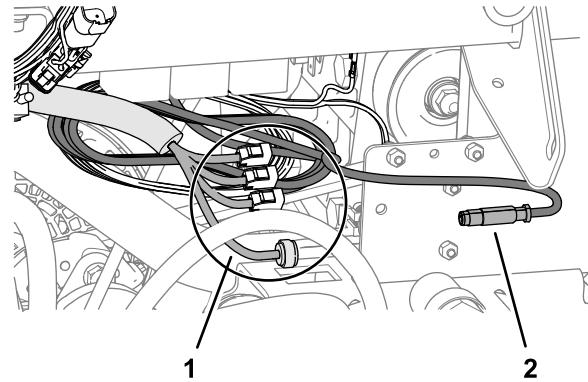

Figura 64
4. Alinee el conector de 4 pines marcado ETHERNET CL-55 del arnés de datos del módem cerca de los 4 conectores del arnés de la antena del módem, como se muestra en la Figura 64.